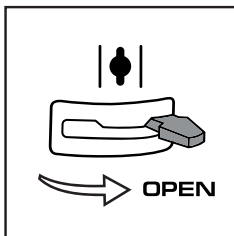

Рис. 21
8. После запуска двигателя дождитесь прогрева двигателя в течение 15-30 секунд. После этого переведите воздушную заслонку в открытое положение (крайнее правое положение ручки) (Рис. 21).